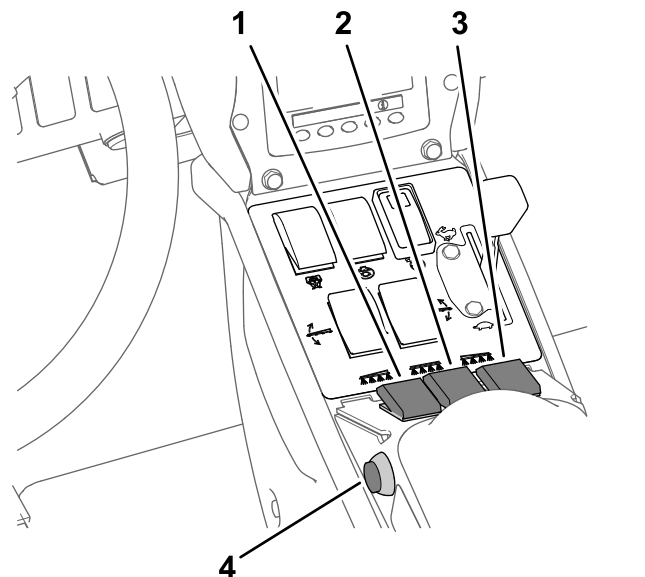

図 29
7. 個別ブームスイッチを ON にセットする 図 29。
10. 走行を開始し、所定速度に達したらマスターブームスイッチを ON にすると散布が始まる 図 29。
3. マスターブームスイッチを OFF にセットする 図 29 散布率モードでの散布 \(ページ 30\) を参照。
7. 散布したいブームのスイッチを ON 位置にする 図 29 散布率モードでの散布 \(ページ 30\) を参照。
9. 希望速度で走行し、マスターブームスイッチを ON にすると散布が始まる 図 29 散布率モードでの散布 \(ページ 30\) を参照。